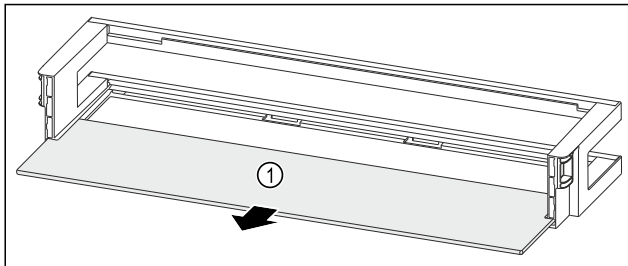

Fig. 118 Estantes en la contrapuerta con estante
- Retire el estante Fig. 118 (1).